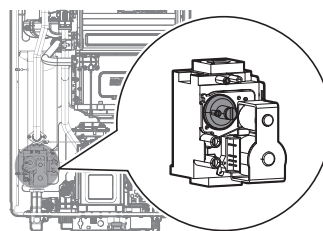

Figure 10
- c. Ouvrez entièrement une installation d'eau chaude et réglez le chauffe-eau pour qu'il fonctionne en mode MIN 1 étape (reportez-vous à « Réglage du mode de fonctionnement » à la page 128). Mesurez la valeur de correction à la puissance minimale d'utilisation et comparez-la aux valeurs indiquées dans le tableau 3. Si la valeur de correction ne correspond pas à la plage indiquée, la vis de réglage de la soupape à gaz doit être ajustée. Si un ajustement est requis, trouvez la vis de réglage, comme cela est indiqué à la Figure 10. À l'aide d'une clé Allen de 4 mm ($\frac{5}{32}$ po) tournez la vis de réglage de $\frac{1}{4}$ de tour au maximum, dans le sens horaire pour augmenter la valeur de correction ou dans le sens antihoraire pour la diminuer.